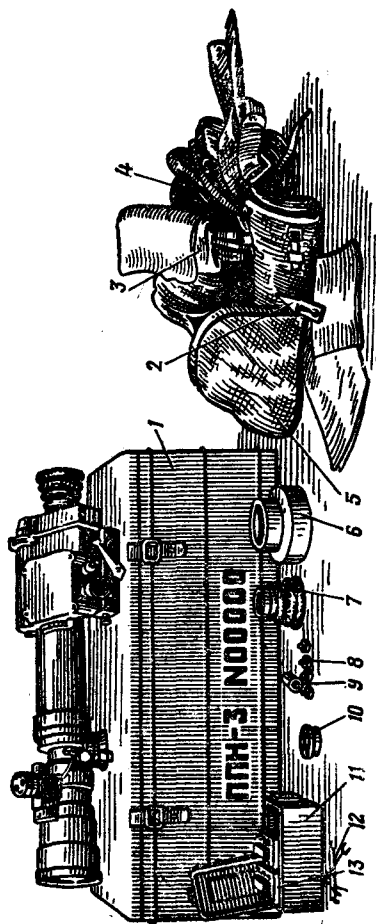

Рис. 45. Принадлежность к прицелу:
63. В принадлежность к прицелу (рис. 45) входят укладочный ящик, сумка для переноски прицела, чехол и ЗИП (две аккумуляторные батареи, патрон осушки в стакане, наглазник, четыре лампы, втулка для лампы, ключ-отвертка, две диафрагмы, два ключа, две фланелевые салфетки и четыре протектора на выключатель).
71. В принадлежность к прицелу (рис. 45) входят укладочный ящик, сумка для переноски прицела, чехол и ЗИП (две аккумуляторные батареи, патрон осушки в стакане, наглазник, четыре лампы, втулка для лампы, ключ-отвертка, две диафрагмы, защитное стекло, два ключа и две фланелевые салфетки).